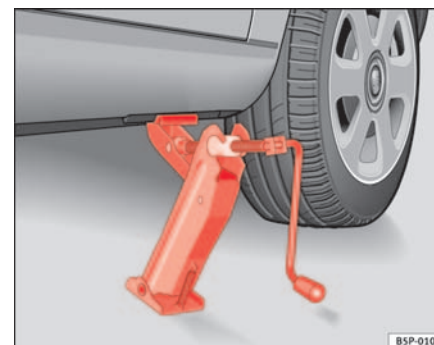

Abb. 150 Wagenheber anbringen
- Richten Sie den Wagenheber so aus, dass seine Klaue den Steg des Unterholms umfasst und die bewegliche Grundplatte plan auf dem Boden aufliegt ⇒ Seite 231, Abb. 150.